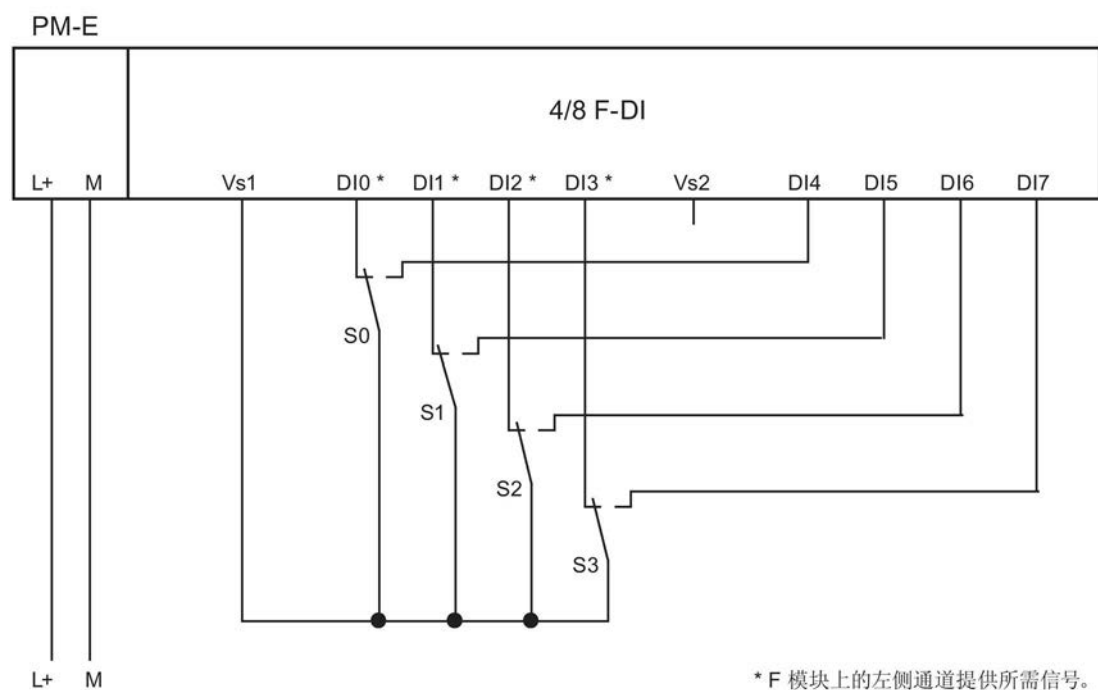
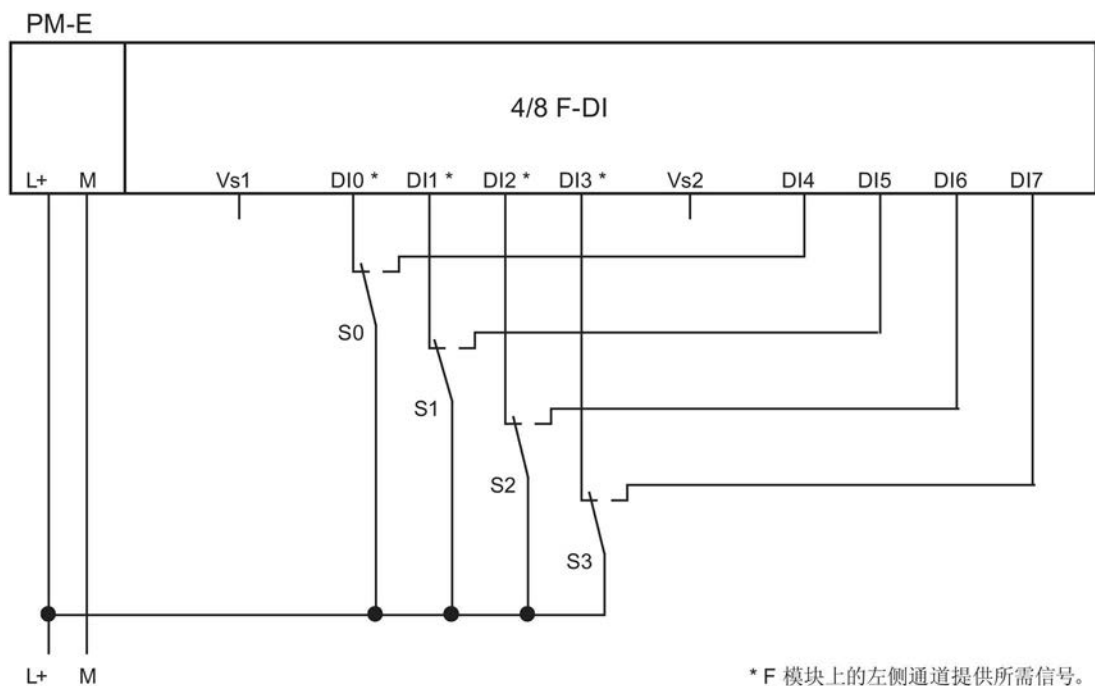
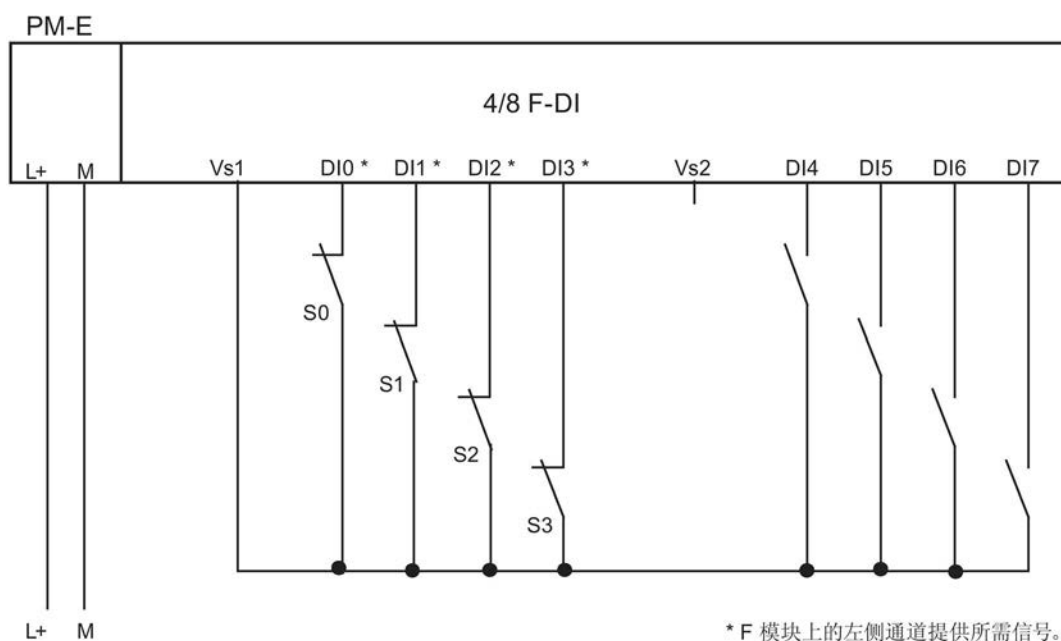

图 7-26 EM 4/8 F-DI DC24V 的接线图 — 通过两个通道非对等连接一个非对等传感器，内部传感器馈电
图 7-27 EM 4/8 F-DI DC24V 的接线图 — 通过两个通道非对等连接一个非对等传感器，外部传感器馈电
图 7-28 EM 4/8 F-DI DC24V 的接线图 — 通过两个通道非对等地连接两个单通道传感器，内部传感器馈电
- 应用 2.3, 请参见图 7-26 EM 4/8 F-DI DC24V 的接线图 — 通过两个通道非对等连接一个非对等传感器, 内部传感器馈电 (页 151)、图 7-27 EM 4/8 F-DI DC24V 的接线图 — 通过两个通道非对等连接一个非对等传感器, 外部传感器馈电 (页 152) 和图 7-28